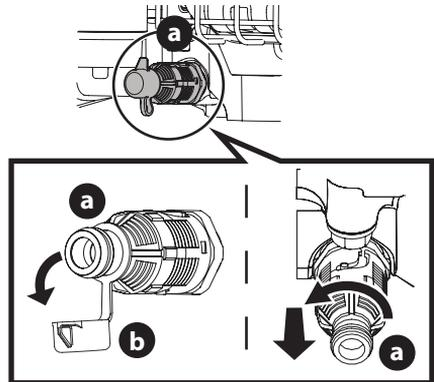

Figura 9
- Ubique la válvula de drenaje de aceite (A) y coloque un recipiente adecuado debajo del tapón (Figura 9).